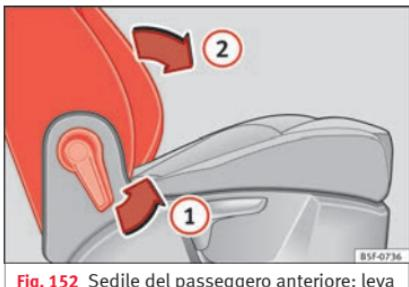

Fig. 152 Sedile del passeggero anteriore: leva di ribaltamento dello schienale.
- Tirare la leva ① » fig. 152 e spingere lo schienale in avanti ② finché lo schienale non sarà in posizione orizzontale.